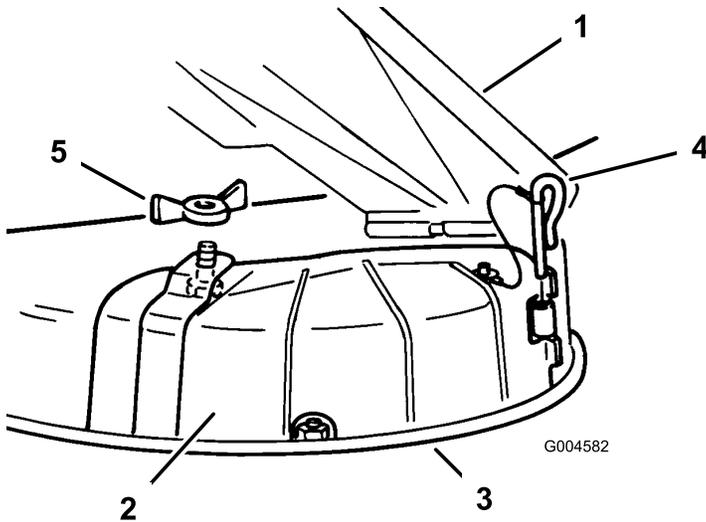

Figure 13
3. Retirez l'écrou à oreilles et le boulon qui fixent l'obturateur d'éjection en place (Figure 13).
4. Enlevez l'axe de charnière qui fixe l'obturateur au plateau de coupe (Figure 13).
3. Soulevez le déflecteur d'herbe et placez l'obturateur d'éjection sur l'ouverture et le bord inférieur du carter du plateau de coupe, avant de l'insérer dans la charnière avant (Figure 13).
4. Insérez l'axe dans la charnière (Figure 13).
5. Fixez l'obturateur d'éjection à la tondeuse à l'aide de l'écrou à oreilles (Figure 13).